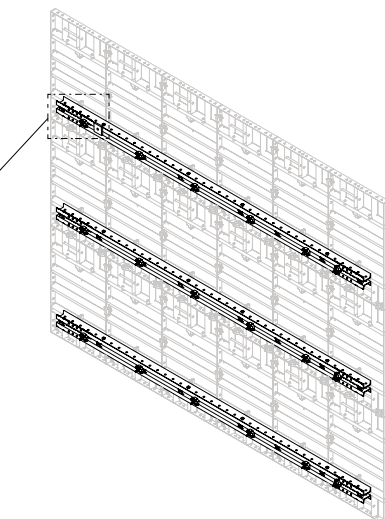

Fig. A4.25
4. Ripetere la stessa procedura per installare gli altri correnti SRZ/SRU per ogni livello orizzontale di telai. (Fig. A4.25)